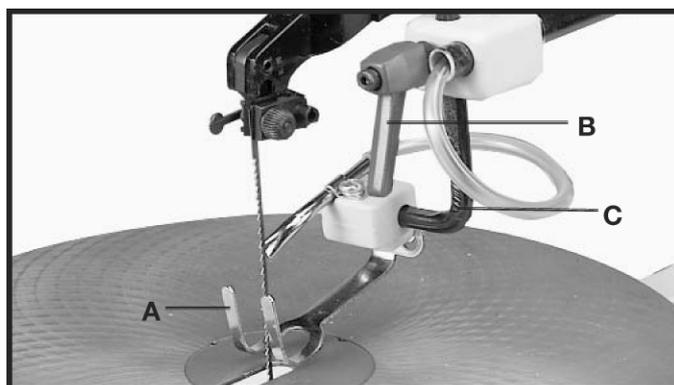

Fig. 33
A sapata fixadora (A) Fig. 33 deve ser ajustado para que fique em contato com a superfície da peça a ser cortada afrouxando o punho de travamento (B) e movendo a haste da sapata fixadora (C) para cima ou para baixo. Em seguida, aperte o punho de travamento (B).